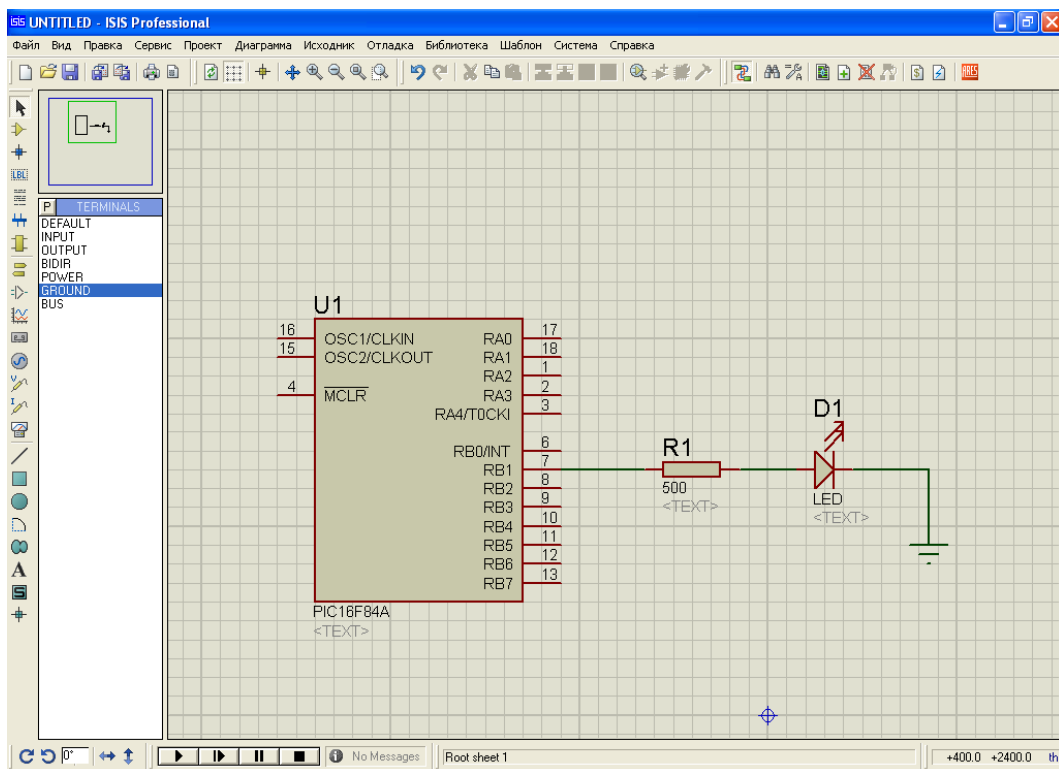

Рис. 22. Робоче середовище Proteus ISIS
20. За допомогою ПЗ Proteus ISIS зібрати схему, зображену на рис. 22.